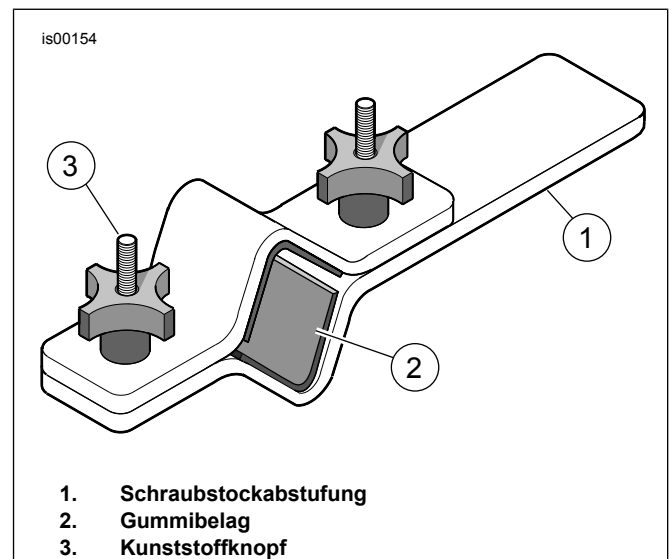

Abbildung 1. Tauchrohrhalter (HD-41177)
3. Siehe Abbildung 1. Gabel in Tauchrohrhalter (HD-41177) wie folgt einbauen:
- a. Das Ende des Werkzeugs (1) horizontal in den Schraubstock einspannen.
- b. Das Tauchrohr zwischen den Gummibelägen (2) einsetzen und an der Innenseite des Werkzeugs mit der Gabelkappenschraube nach oben einspannen. Die Knöpfe (3) anziehen, bis das Tauchrohr sicher gehalten wird.